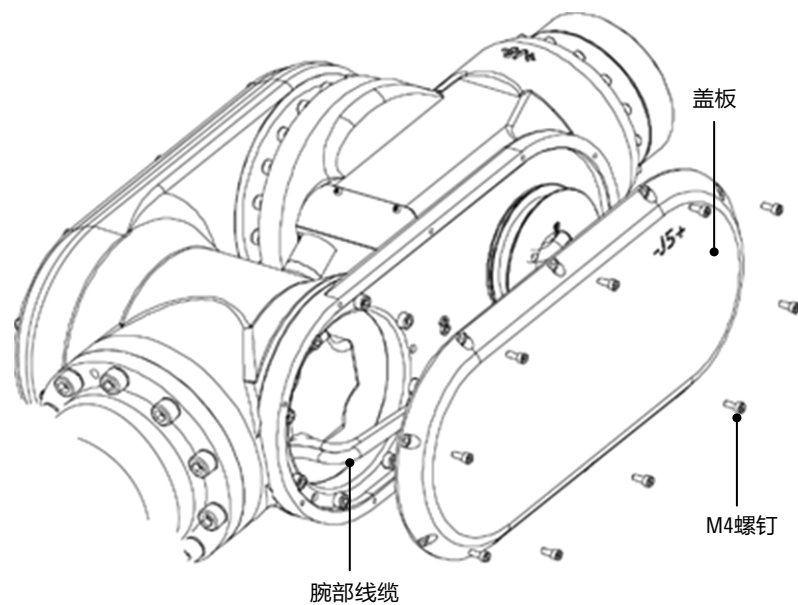

图 10-4 腕部内部线缆
- 步骤1.** 拆卸盖板上的 M4 螺钉，卸下盖板，如图 10-4 所示。